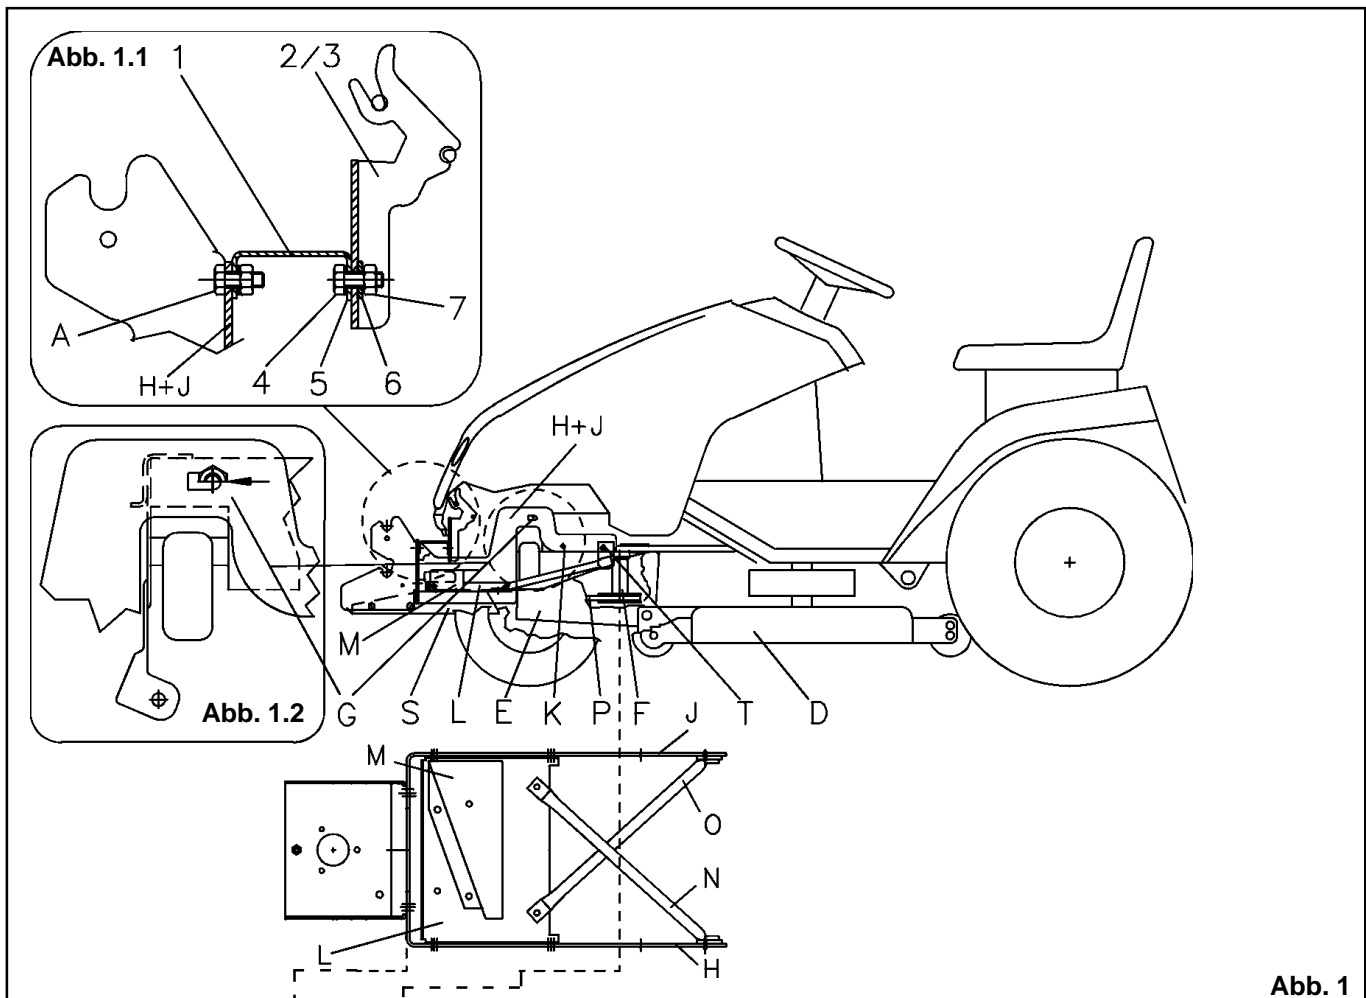

Abb. 1
Abbildung 1 bietet drei mögliche Montage-Varianten an:
-  Mäherdeck (D) Abb. 1, abstützen und durch absenken alle Bauteile entlasten.
- Vorhandenen Mäherdeck - Anhängeblech (E) abmontieren (Hier dargestellt mit den bereits montierten, im Antriebssatz mitgelieferten Anhängeblech entsprechend folgender Anleitung).